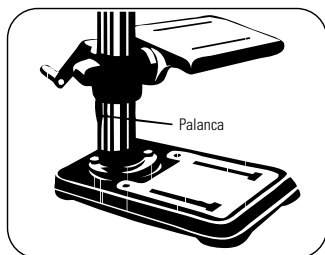

FIGURA 7.11
- Apriete nuevamente la Palanca de la Mesa Móvil (Figura 7.11).